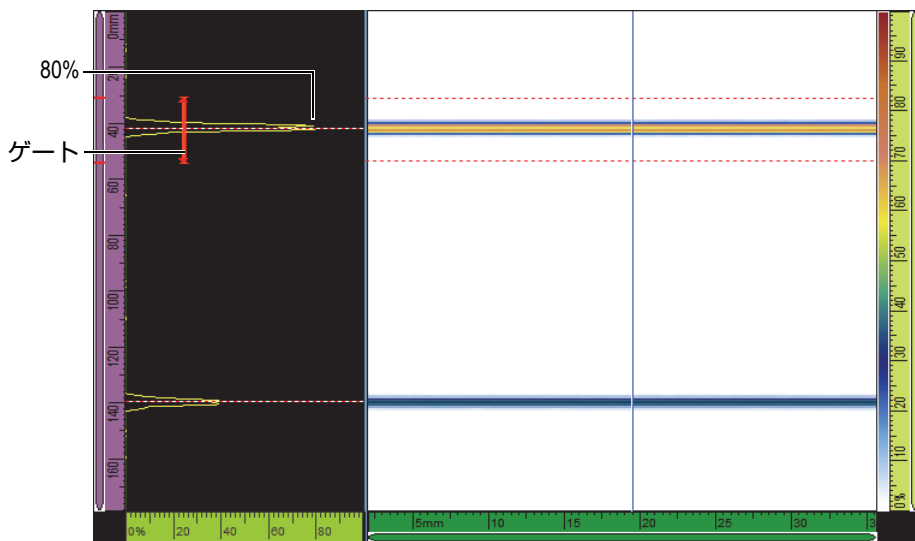

図 5-3 リニアスキャンの反射源信号の例
- b) 最初の信号が A-スキャンのフルスクリーンのおよそ 80% に到達するように、**ゲイン**を設定します (131 ページの図 5-3 参照)。
- c) **開始位置と範囲**パラメータを設定し、A-スキャン上で反射源からの 2 つの信号を確認します (131 ページの図 5-3 の例を参照)。
- a) **開始位置と幅**パラメータで、最初の反射源の信号が、ゲートの中央でクロスし、また、信号の全体の幅が十分にゲートの範囲内に入るように、ゲート A の開始位置と幅を入力します（131 ページの図 5-3 参照）。